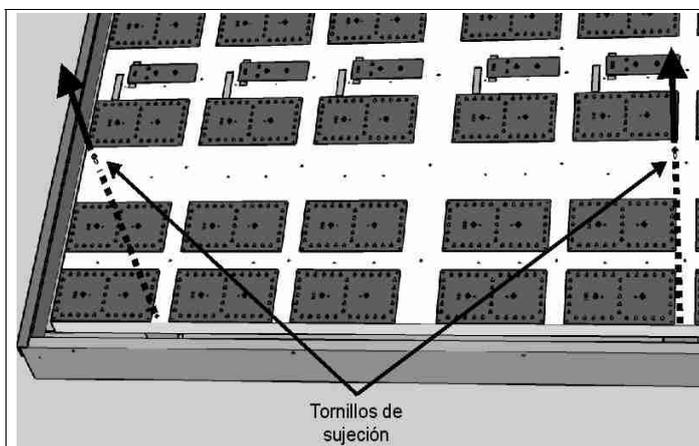

Fig. 14: Tornillos del soporte de las tarjetas de LEDs
4. Quite los dos tornillos del soporte metálico de las tarjetas de LEDs (Fig. 14), del lado derecho de éste, usando un destornillador de cruz.